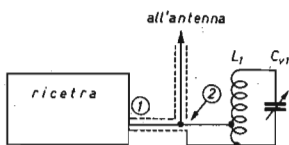
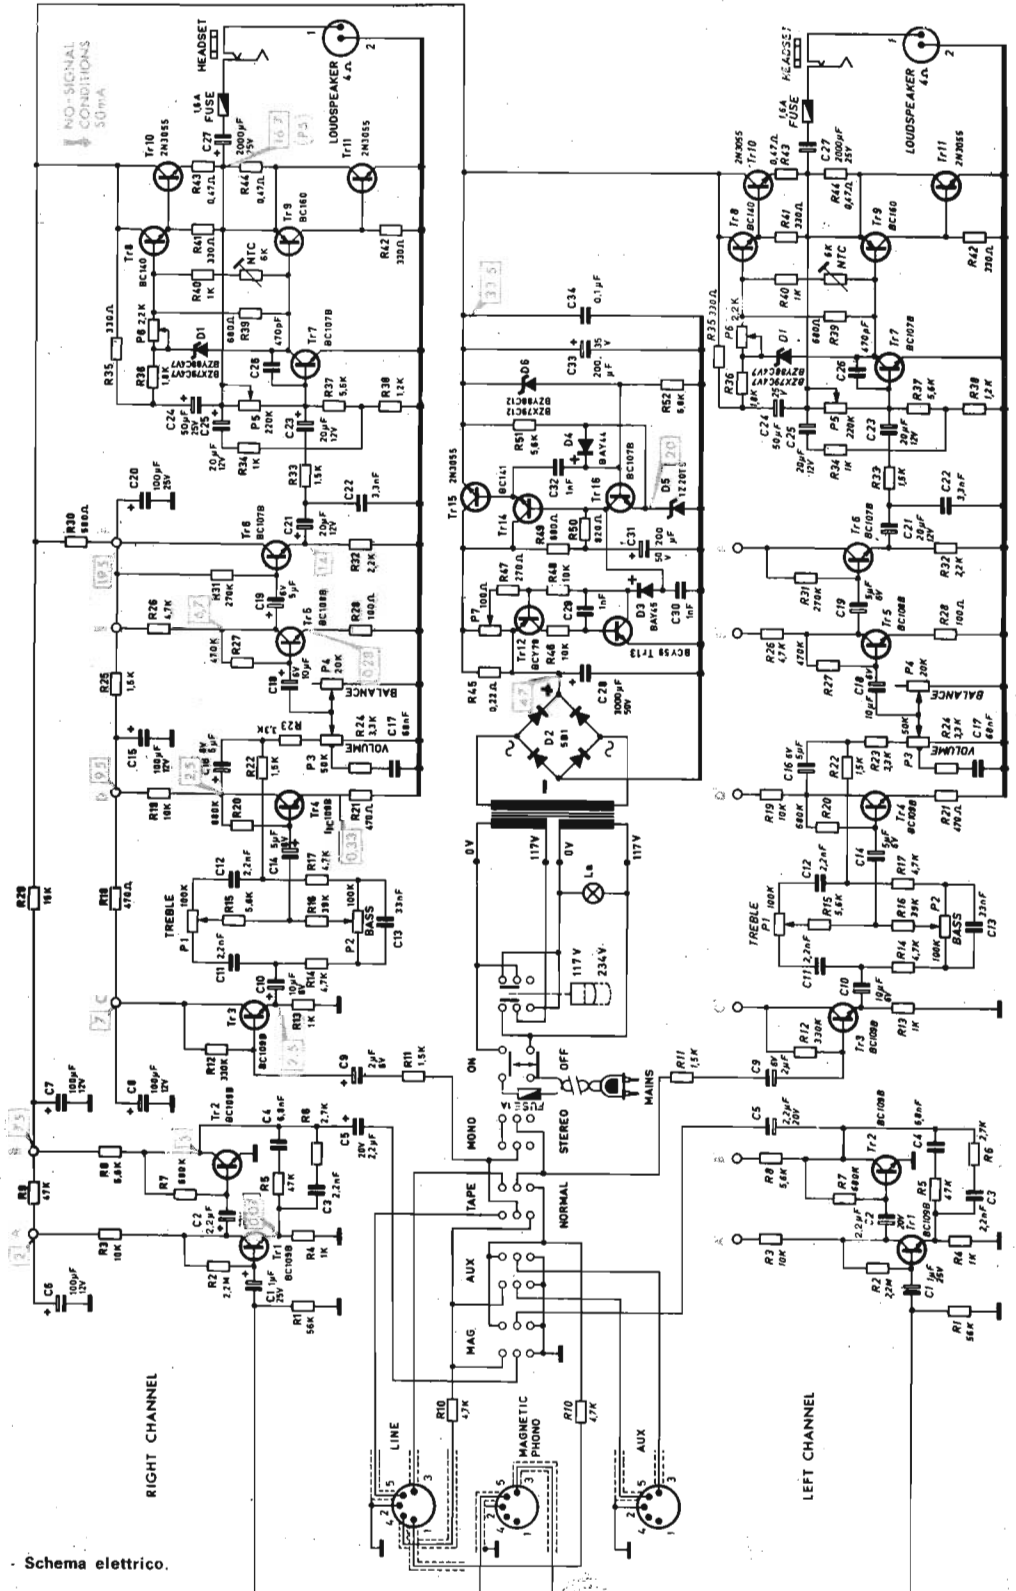

figura 2
figura 1 - Schema elettrico.
Feci un sopralluogo e notai che nelle vicinanze della sua abitazione si ergeva dritta nel cielo una magnifica ground plane, ora tutto era chiaro, dissi al cliente che se non notava niente di strano sul video glielo potevo riparare. Mi spiegò che nulla deturpava le immagini e così eliminai l'interferenza con tre condensatori e una impedenza collegati come in figura 1. Il giorno dopo venne in laboratorio il vero responsabile pregandomi di mettere a posto il suo baracchino perché molti teleutenti della zona si lamentavano per le magnifiche barre nere che miste ai suoi discorsi toglievano molto alle scultoree gambe della Minoprio. Qui la cosa si faceva grave e bisognava porre un rimedio immediato intervenendo sulla causa effettiva di tanto sfacelo. Munito di ROSmetro misurai le onde stazionarie sulla ground-plane e mi accorsi che erano eccessive, regolai il trimmer di antenna in maniera da renderle più tollerabili ma, niente di fatto, provai ad allungare e ad accorciare il tratto di discesa del cavo coassiale fino a che trovai un punto accettabile. Dopo questo i disturbi sui televisori vicini erano diminuiti e i controlli ricevuti erano migliori di qualche punto S'. Comunque, anche se più leggeri, i disturbi TV erano ancora presenti, non mi persi d'animo e aggiunsi all'antenna una trappola come quella che appare in figura 2. Ora le cose andavano meglio perché la TVI si poteva osservare solo su un paio di televisori. Con la scusa di controllare i disturbi entrai in casa dei due teleutenti « QRMmati » e mi accorsi che stringendo leggermente la banda passante dei televisori il disturbo cessava completamente.
Un altro sistema per eliminare TVI consiste nell'usare l'azione combinata del filtro di figura 2 con un altro filtro, e il risultato appare in figura 4, il primo serve a cortocircuitare verso massa tutte le frequenze che non appartengono alla gamma 27 (o CB se preferite), il secondo lascia passare verso l'antenna tutte le frequenze tranne quella di risonanza del circuito, pertanto il secondo circuito va tarato sulla frequenza che uscendo dall'antenna va a disturbare i televisori. Le didascalie di figura 4 vi forniranno le indicazioni necessarie per procedere alla taratura e a precisare quali svantaggi ne possono derivare se non allineati perfettamente. Sulla TVI ci sarebbe molto da dire, ma l'esiguo spazio di tre pagine non mi consente di allungare il discorso, sarò comunque grato a tutti coloro i quali vorranno gentilmente comunicarmi i risultati ottenuti con questi o con altri filtri di provata efficacia nell'interesse di tutti i CBers, quindi il tema non viene chiuso ma semplicemente rimandato a nuovi sviluppi se ce ne saranno.
- L₁ vedi figura 2
C₁ vedi figura 2
Per la taratura di C₁ vedi figura 2.
Nel prendere in esame il circuito elettrico - figura 1 - faremo riferimento ad una sola sezione dell'amplificatore essendo l'altra perfettamente identica.